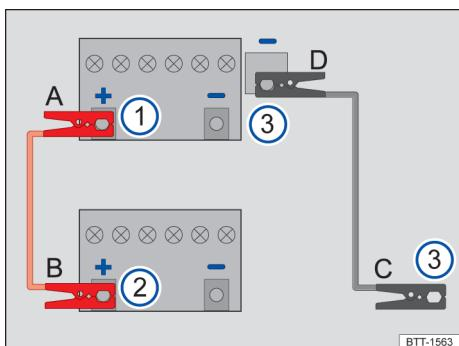

图 121 连接跨接起动电缆的示意图
→ 图 121 说明：
→ 图 121。
- 将红色跨接起动电缆的一端连接到 12 伏车载蓄电池 → 图 121 ① 电量耗尽车辆的正极（+）上 → ▲。
- 将红色跨接起动电缆的另一端连接到供电车辆 → 图 121 ② 的正极（+）上。
- 将黑色跨接起动电缆 → 图 121 ③ 的一端最好连接到供电车辆的跨接起动接点（接地端）上，或者连接到一个与发动机缸体牢固旋接的实心金属部件或供电车辆的发动机缸体本身上。
- 在蓄电池无电的车辆上，将黑色跨接起动电缆 → 图 121 ③ 另一端最好连接到跨接起动接点（接地端）上，或者发动机缸体上的螺栓连接金属部上或发动机缸体本身 → ▲。
- 发动机运行时，须按照顺序 D - C - B - A 断开跨接电缆 → 图 121。